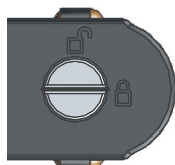

Рис. 1.
- 3.3. Закрепите источник питания в треке. Для фиксации источника питания в треке поверните винт замка в положение «закрыто». Во избежание поломки замка не прикладывайте чрезмерных усилий при его повороте в одно из положений (рис. 1). Для снятия блока поверните винт в положение «открыто».